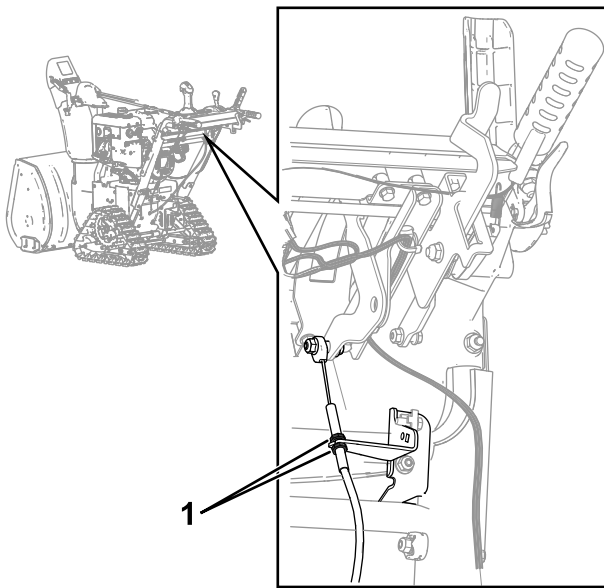

Figura 5
- B. Slăbiți cele 2 piulice de pe cablul de viteză care se sprijină pe suportul manetei selectorului de viteză, situat sub panoul de comandă (Figura 5).
- B. Slăbii cele 2 piulie de pe cablul de viteză care se sprijină pe suportul manetei selectorului de viteză, situat sub panoul de comandă (Figura 5).